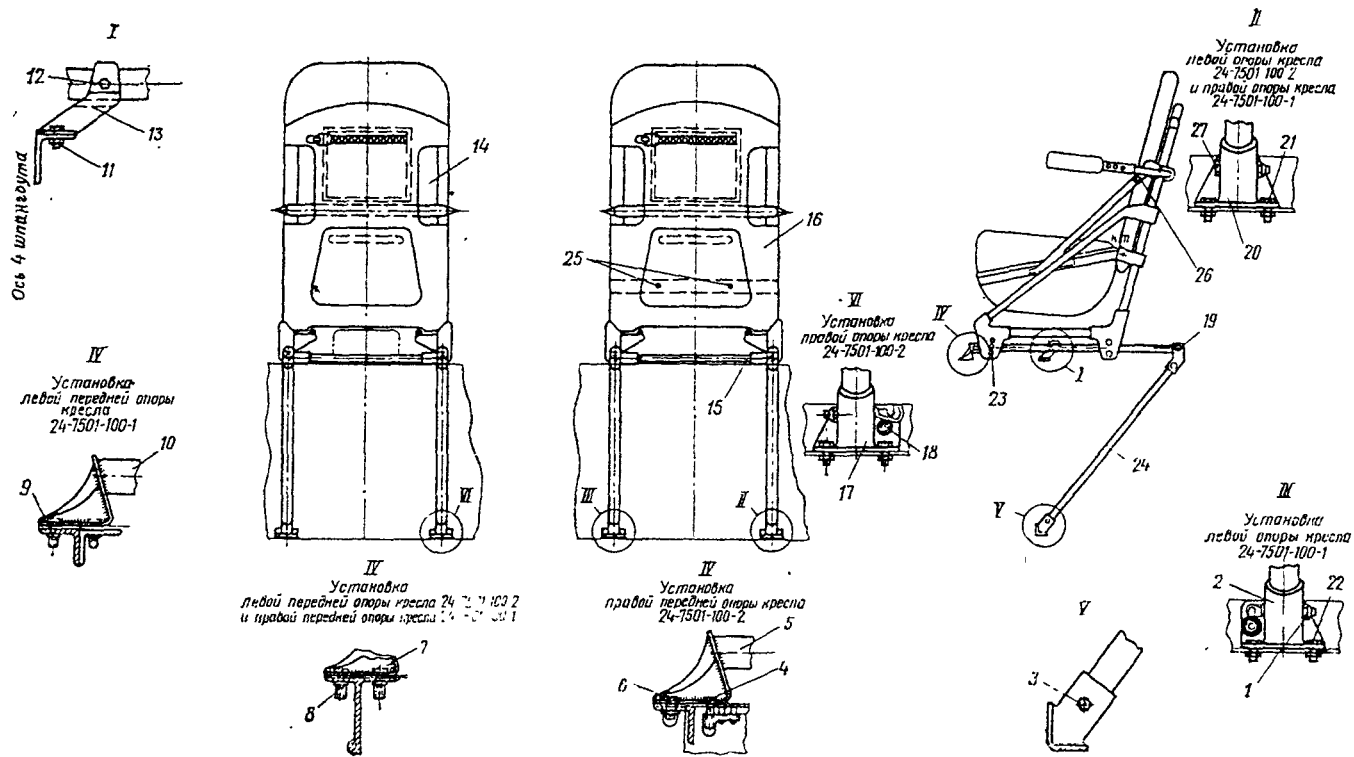

Рис. 6.10. Установка кресел пилота:
2. Отсоедините правый подкос 2 (рис. 6.9) в сборе с опорной балкой 15 (рис. 6.10), вывернув болт 27, гайку и сняв шайбу.
29. Отсоедините чашку 7 от кресла, отвернув два винта 25 (рис. 6.10), два винта 26, четыре гайки и сняв четыре шайбы.
а) осмотрите опорную балку 15 (рис. 6.10) с подкосами. При разрушении, ослаблении и выпадании заклепок замените их. Поверхностную коррозию, царапины и забоины глубиной до 0,5 мм выведите шабером и зачистите шлифовальной шкуркой № 5—6. При глубине более 0,5 мм, а также при наличии на балках трещин или поломок балку замените;